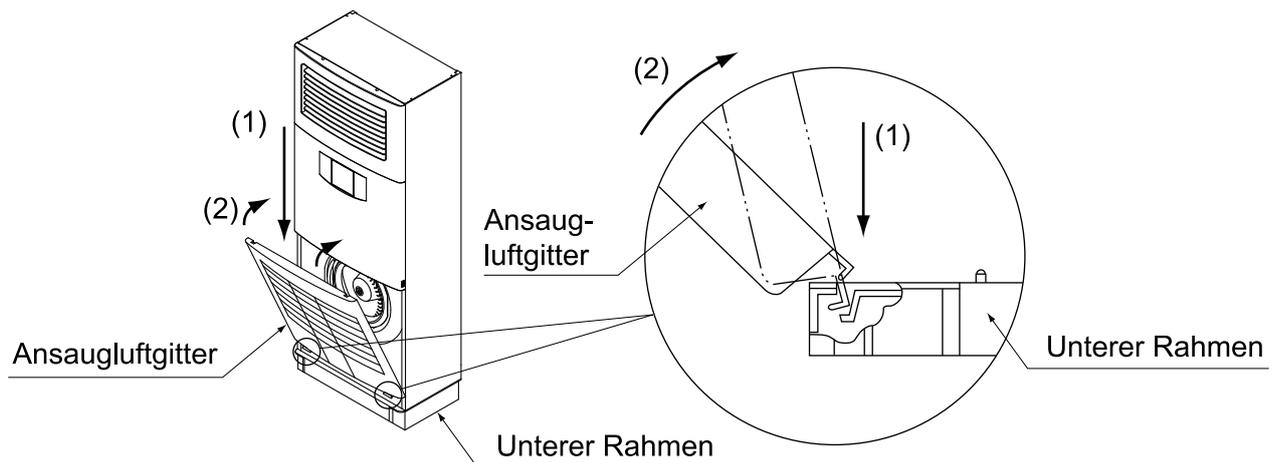

Abb. 40
1. Setzen Sie das Ansaugluftgitter in der Reihenfolge (1) → (2) in die Nut am Bodenrahmen des Gerätes ein. (Siehe Abb. 40)